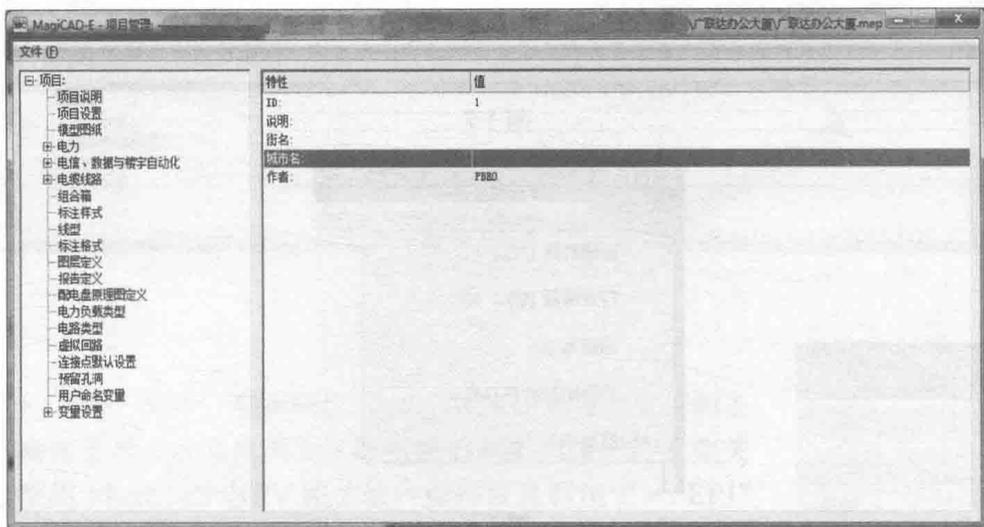
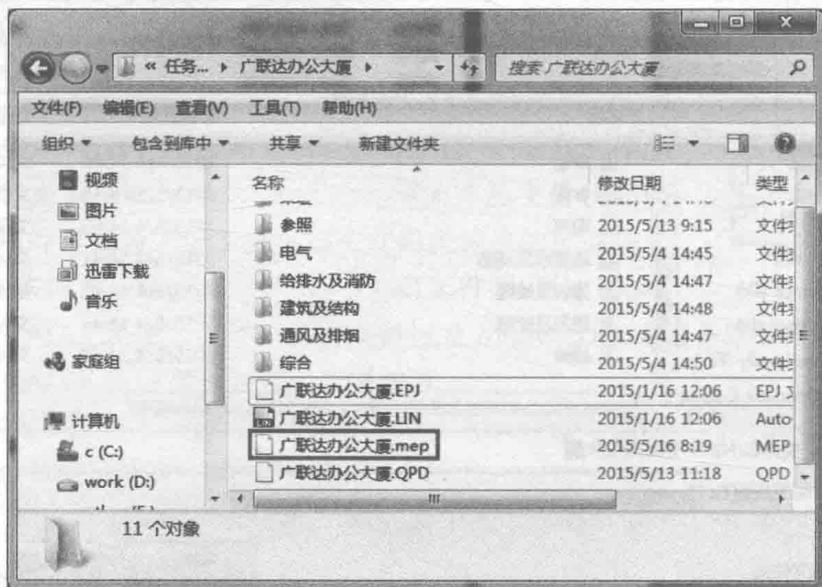

图 1-10
图 1-11
① 保存位置：指的是要新建的 MagiCAD-E 项目文件的保存路径，建议直接保存在项目文件夹下，而不是专业文件夹下。原因：同 MagiCAD HPV 项目文件保存位置原因。
② “文件名”：指的是要新建的 MagiCAD-E 项目文件的文件名称，建议就写项目的项目名称。有人可能会担心 MagiCAD-E 项目文件和 MagiCAD HPV 项目文件文件名称一样，如果保存位置也一样的话，已经建好的 MagiCAD HPV 项目文件是否会被覆盖掉？这个是不会的，因为他们的文件类型（文件扩展名）不一样。
4) 单击图 1-9 中的“保存”按钮后，即会自动打开新建的该项目的 MagiCAD-E 项目文件，如图 1-10 所示。同时会在项目文件夹下生成一个“*.mep 文件”，这个文件就是该项目所有电气专业（比如强电、弱电、消防电等）共用的项目管理文件，如图 1-11 所示。